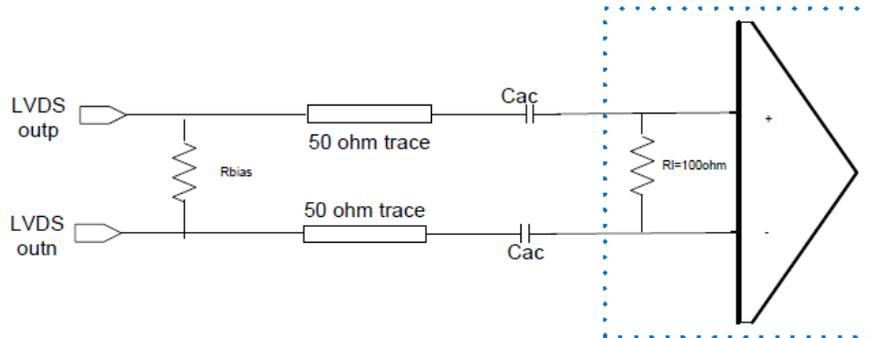

Figure 7. LVDS 驱动不带内部 100ohm 负载的 AC 耦合推荐电路
1. 应在 AC 耦合电容前 P/N 之间添加电阻 R_{bias} 实现 DC 回路，如图 7 所示。 R_{bias} 的添加会使 LVDS 摆幅降低。为了不影响接收端的摆幅 R_{bias} ， R_{bias} 可以选择在 560ohm~1Kohm 之间， R_{bias} 越小， $T_{startup\ delay}$ 越短，摆幅越低。
仿真电路如图 7，仿真条件： $F_{clkout}=250\text{MHz}$ ， $C_{ac}=100\text{pF}$ ，设置 $R_{bias}=560\text{ohm}$ ， 750ohm ， 1kohm 以及开路。温度设置为 $-40\text{C}\sim 130\text{C}$ 。